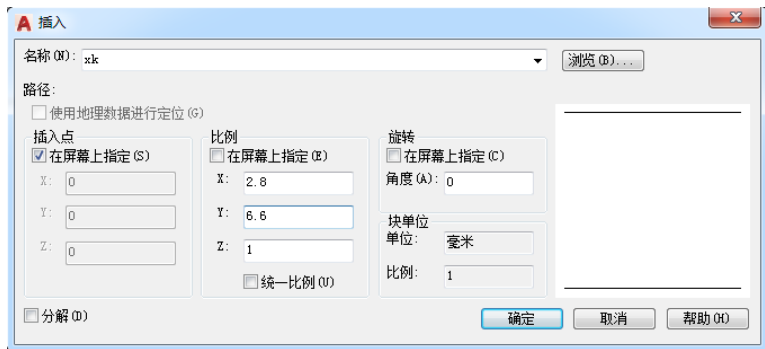

图 8-5 “插入”对话框
3) 选择粗实线层, 输入插入块命令, 打开“插入”对话框, 选择块名“xk”, 参数的设置如图 8-5 所示。单击“确定”按钮后, 捕捉中心线的左端点作为插入点, 完成插入, 绘制出 $\phi 66$ 圆的两条水平直线。